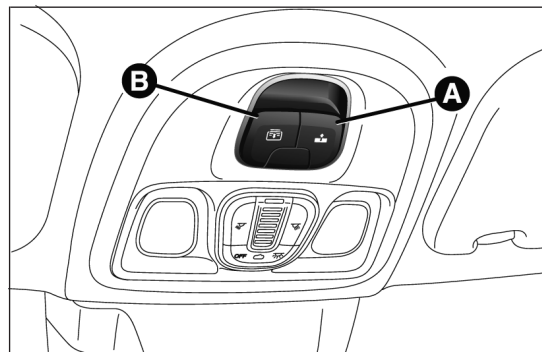

fig. 71
Appuyer sur le bouton A fig. 71 : le panneau vitré avant se mettra en position « spoiler ».
Depuis la position d'ouverture complète, appuyer sur le bouton A fig. 71 : le panneau vitré avant se mettra en position « spoiler ».
Appuyer sur le bouton B fig. 71 : le rideau se déplacera vers la partie arrière de la voiture, jusqu'à la position d'ouverture complète.
- appuyer sur le bouton A fig. 71 en position de fermeture ;